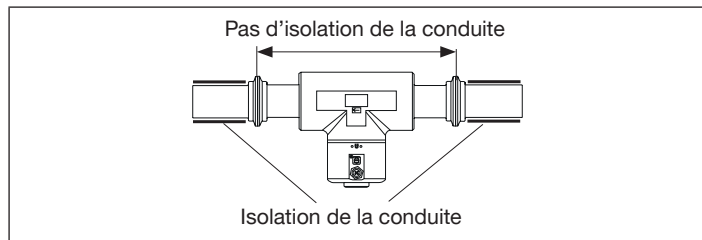
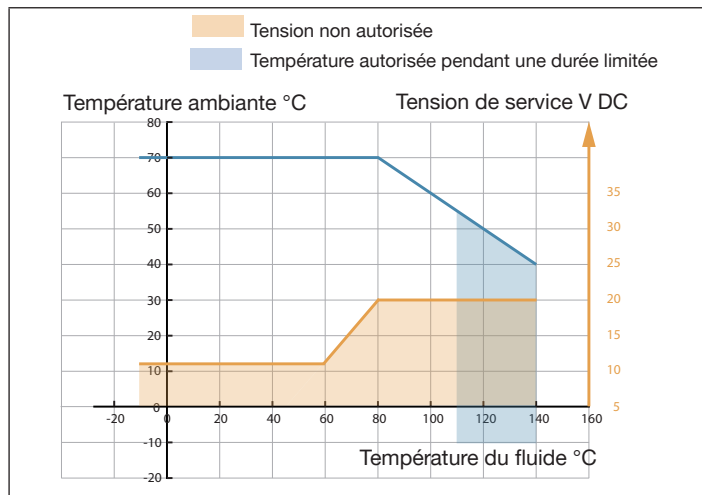

Fig. 10 : Isolation thermique de la conduite
Fig. 14 : Tension d'alimentation minimum en fonction de la température ambiante et de la température du fluide
- Si la conduite est équipée d'une isolation thermique, ne pas isoler thermiquement le tube de mesure de l'appareil pour s'assurer que la température dans l'appareil reste inférieure à 70°. Voir « Fig. 10 » et, pour la tension d'alimentation minimale, voir « Fig. 14 »
- Respecter la tension d'alimentation minimale, voir « Fig. 14 ».